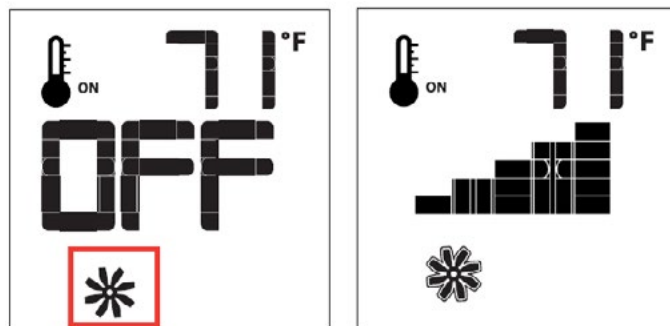

Figure 27.m Fan Speed Control
Le foyer est muni de ventilateurs facultatifs pour la circulation de l'air chaud. La vitesse des ventilateurs peut être contrôlée par le système Proflame. Cette vitesse peut être ajustée à six (6) niveaux. Pour activer cette fonction, utilisez la touche pour les modes (voir la figure 27) pour basculer vers l'icône de contrôle des ventilateurs (voir la figure 27m). Utilisez la flèche vers le haut ou vers le bas pour mettre en marche, arrêter ou régler la vitesse des ventilateurs. Un bip confirmera la réception de cette commande.